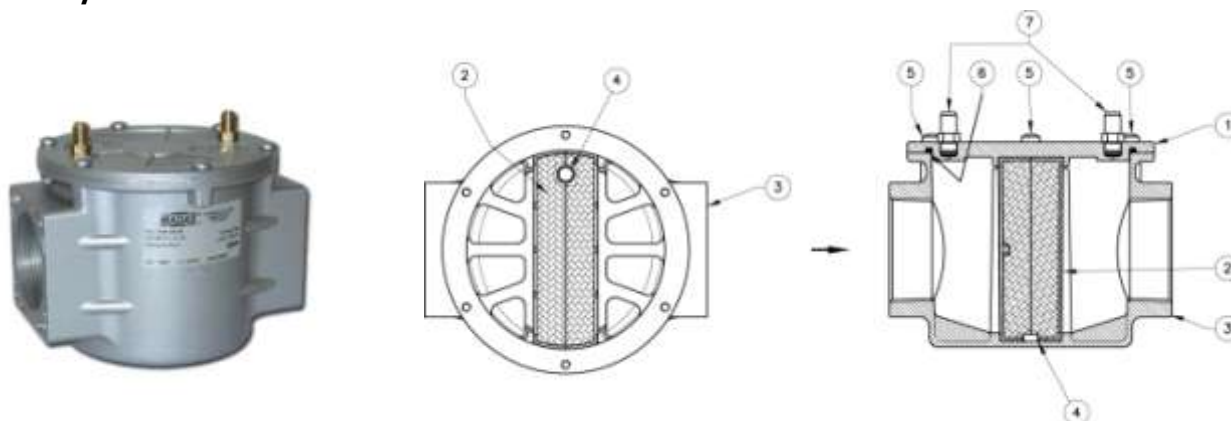

Рис. 3
Фильтры (рис. 3) состоят из: крышка (1); фильтрующий элемент (2); корпус (3); направляющие фильтрующего элемента (4); винты крепления крышки (5); уплотнительное кольцо (6); штуцер для отбора давления (7).